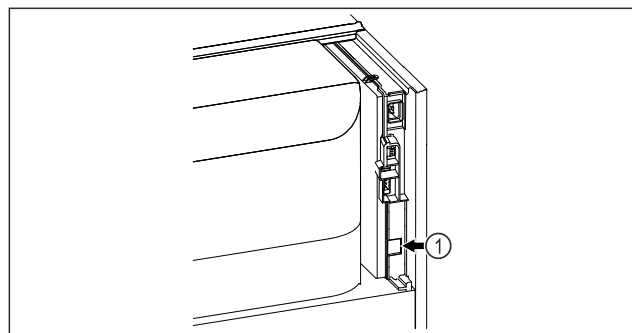

Fig. 100
- SmartModule Fig. 100 (1) ist eingesetzt.